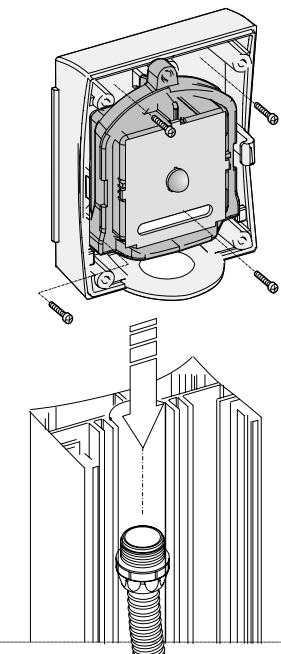

Fig. 3
- Sur une petite colonne prévue à cet effet (fig.3).
- En columna adecuada (fig. 3).
- auf entsprechender Säule (Abb. 3).